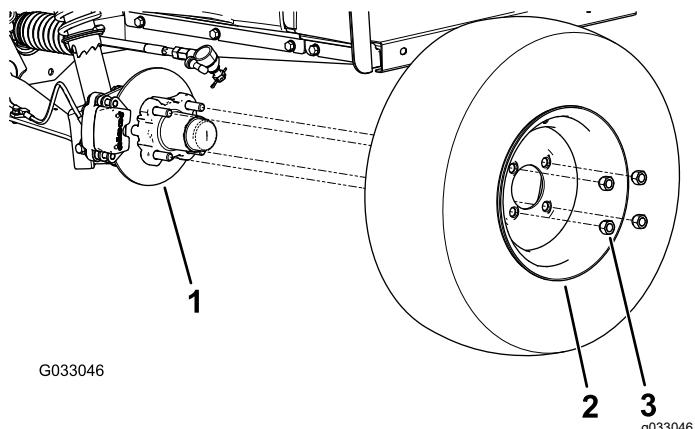

Bild 25
2. Nehmen Sie die vier Radmuttern ab, mit denen das Rad an der Radnabe befestigt ist (Bild 25).
5. Befestigen Sie das Rad mit den Radmuttern an der Nabe (Bild 25).
4. Fluchten Sie die Löcher im Rad mit den Bolzen der Nabe aus und montieren das Rad so an der Nabe, dass das Reifenventil außen ist (Bild 25).